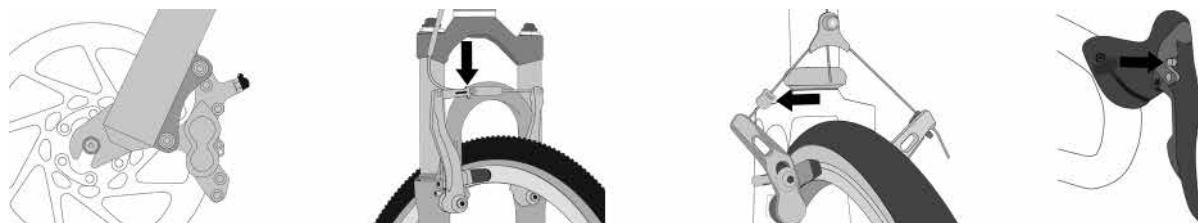

fig. 20, fig. 21, fig. 22, fig. 23
3. Certains freins de vélo, comme les freins à disque (fig. 20) et les freins à traction linéaire (fig. 21), sont extrêmement performants. Prenez le soin de vous familiariser avec ces freins et soyez particulièrement vigilant lors de leur utilisation.